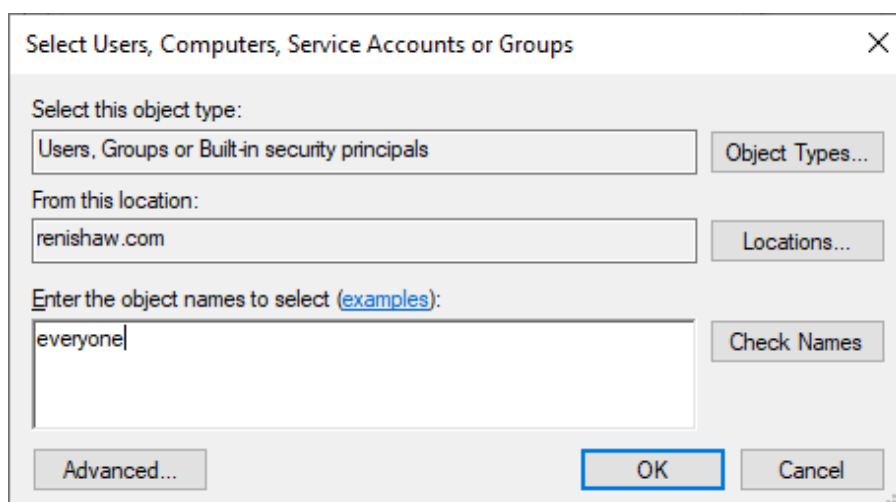

Figura 42 Creare un utente "everyone"
3. Creare l'utente "everyone" (vedere Figura 42).